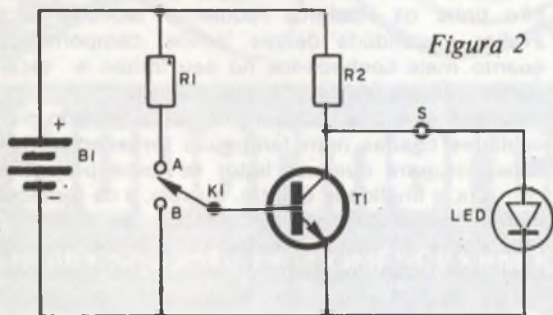

Figura 2
Lista de Material - figura 2
Vejamos outro exemplo de um circuito digital empregando um transistor conforme é mostrado na figura 2. Com a chave na posição indicada na figura (posição A), o transistor T1 conduz fortemente (saturação) porque à sua base está sendo aplicado um nível de tensão alto - H e, portanto, o nível de tensão no coletor será, praticamente, zero volts (VCE sat) caracterizando o nível baixo - L; isto fará com que o LED não emita luz pois seu anodo se encontra, praticamente, aterrado. Se a chave for comutada para a posição B, a base do transistor estará aterrada - nível baixo de tensão (L) - e a junção base emissor estará inversamente polarizada o que provoca a não condução (corte) do transistor T1, isto faz com que se verifique um 'alto' valor de tensão (nível H) no seu coletor e no anodo do LED, provocando a emissão de luz deste último.